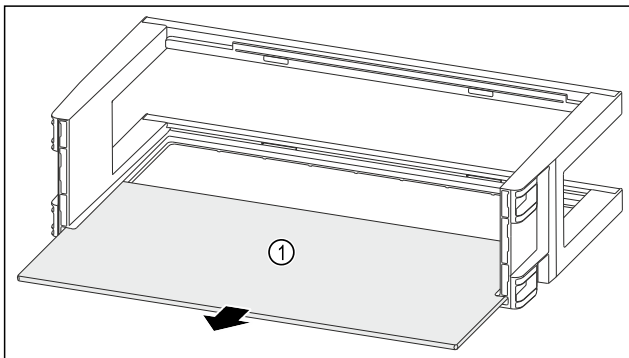

Fig. 120
- Retirer la tablette de rangement Fig. 120 (1).